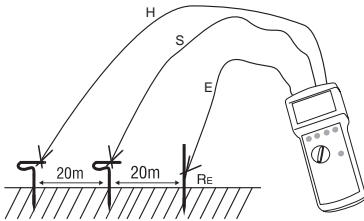

Bild 4: dreipolige Messung
- ▶ Ordnen Sie die Erdspieße für Hilfsleiter und Sonde, wie in Bild 4 gezeigt an. Diese Anordnung kann auch in Dreiecksform erfolgen. Der Abstand zwischen Sonde und Erde bzw. Sonde und Hilfsleiter muss mindestens 20m betragen. Legen Sie die Leitungen sorgfältig aus und achten Sie darauf, dass die Leitungen möglichst nicht parallel nebeneinander liegen und sich nicht kreuzen, um Einkopplungen zu vermeiden.
- ▶ Verbinden Sie die Messleitungen mit den Erdspießen gemäß Bild 4.
- ▶ Drehen Sie den Messartwahlschalter (13) in Stellung "3 pol".
- ▶ Stellen Sie die gewünschte Berührungsspannung mit der Taste "UL" (11) ein.
- ▶ Falls gewünscht stellen Sie die manuelle Frequenzwahl mit der Taste "auto/man" (16) und die Messfrequenz mit der Taste "f1/f2" (12) ein.
- ▶ Taste "Start" (14) drücken.